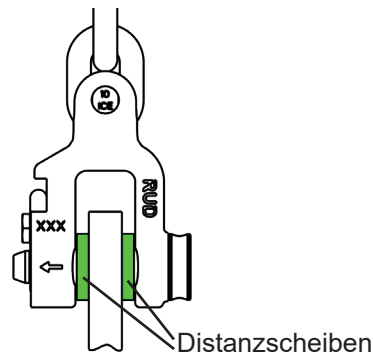

Abb. 12: CCS-FASTLOX mit Distanz-Scheiben
- Montieren Sie die CCS-FASTLOX so am Transportgut, dass der Schäkelskörper in seiner Längsachse belastet wird und keine Biegespannung auftritt (siehe Abb. 10 und Abb. 12).
- Um einseitige Belastung des Schäkels zu vermeiden, sind Distanz-Scheiben auf beiden Seiten des Schäkelsbolzens zulässig (siehe Abb. 12).